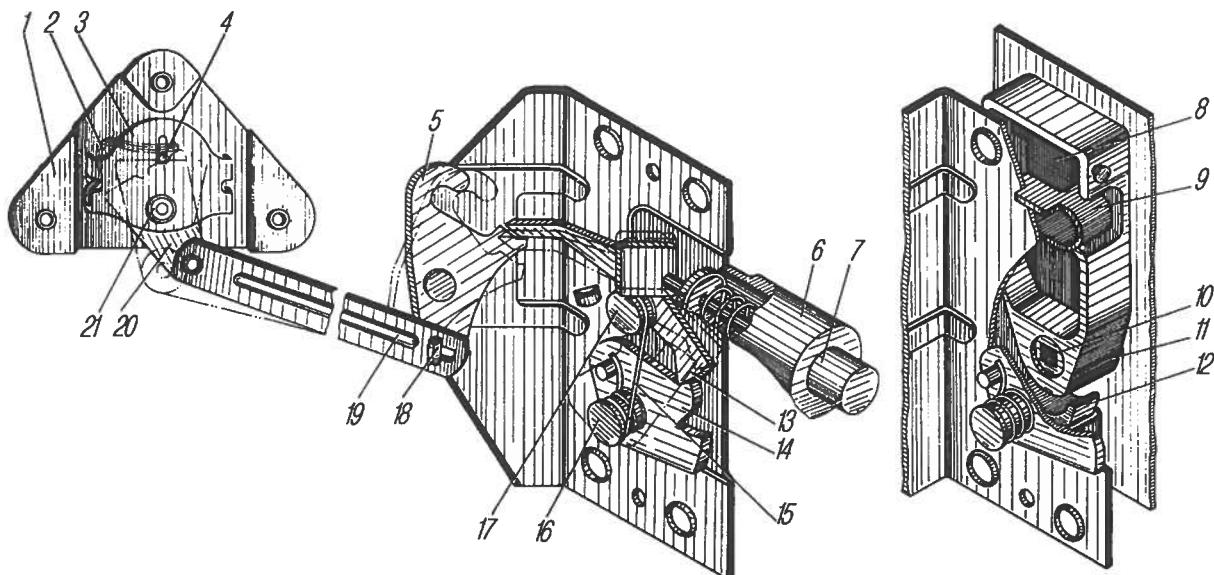

Рис. 93. Замок двери:
**Двери кабины** оборудованы замками и стеклоподъемниками. При закрывании двери собачка 12 (рис. 93) замка входит в соприкосновение с фиксатором 11 двери и, поворачиваясь, запирает дверь. В этом положении собачка фиксируется защелкой 13 и фиксатором 14. Одновременно верхний направляющий шип 9 замка входит в паз фиксатора и предохраняет дверь от провисания.